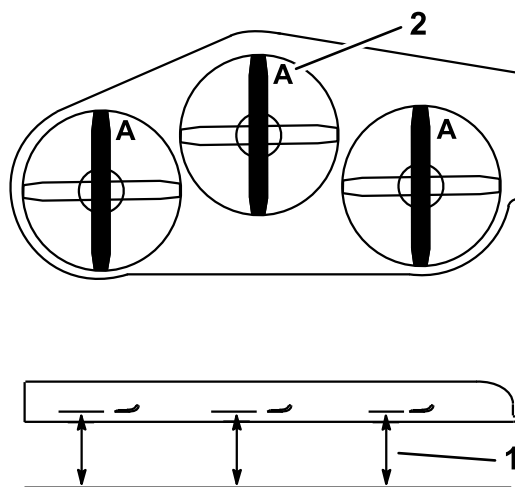

図 75
- Aの位置で (図 75)、平らな床面からブレードの刃先までの高さを測る。